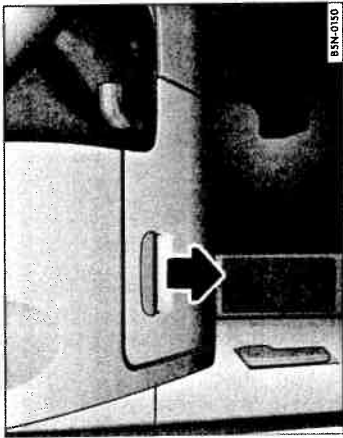

Fig. 73 Pe partea conducătorului auto: Spațiu de depozitare.
- Pentru deschiderea compartimentului, trageți în sensul indicat de săgeată ⇒ fig. 73.